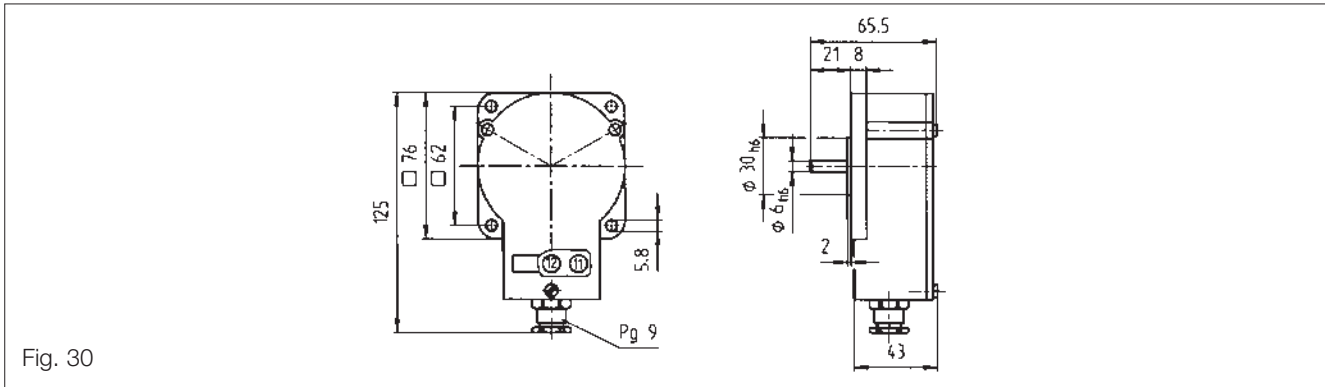

Fig. 30
**Drahtdrehwiderstand Typ ERPD0005K0006W (PW 70 A) (Fig. 30)**
**Rotary potentiometer ERPD0005K0006W (PW 70 A) (fig. 30)**
**Potentiomètre bobiné type ERPD0005K0006W (PW 70 A) (fig. 30)**